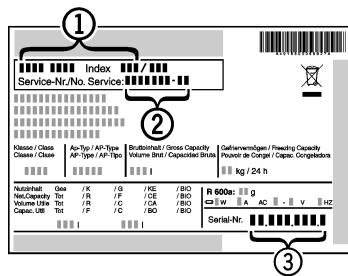

Fig. 6
- Leggere la denominazione dell'apparecchio Fig. 6 (1), il numero di assistenza Fig. 6 (2) e il numero SN Fig. 6 (3) dalla targhetta identificativa. La targhetta identificativa è situata all'interno dell'apparecchio, sul lato sinistro.
- Informare il servizio di assistenza e comunicare il difetto, la denominazione dell'apparecchio Fig. 6 (1), il numero di assistenza Fig. 6 (2) e il numero SN Fig. 6 (3).